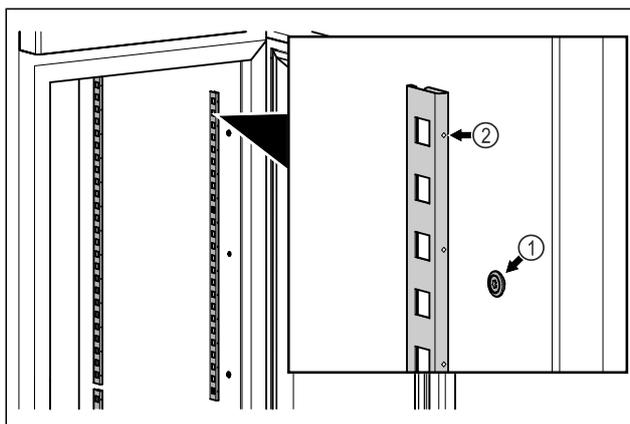

Fig. 83 Représentation à titre d'exemple
- ▶ Accrocher les bandes d'encliquetage dans la suspension Fig. 83 (1). Le repère Fig. 83 (2) doit pointer vers l'avant.